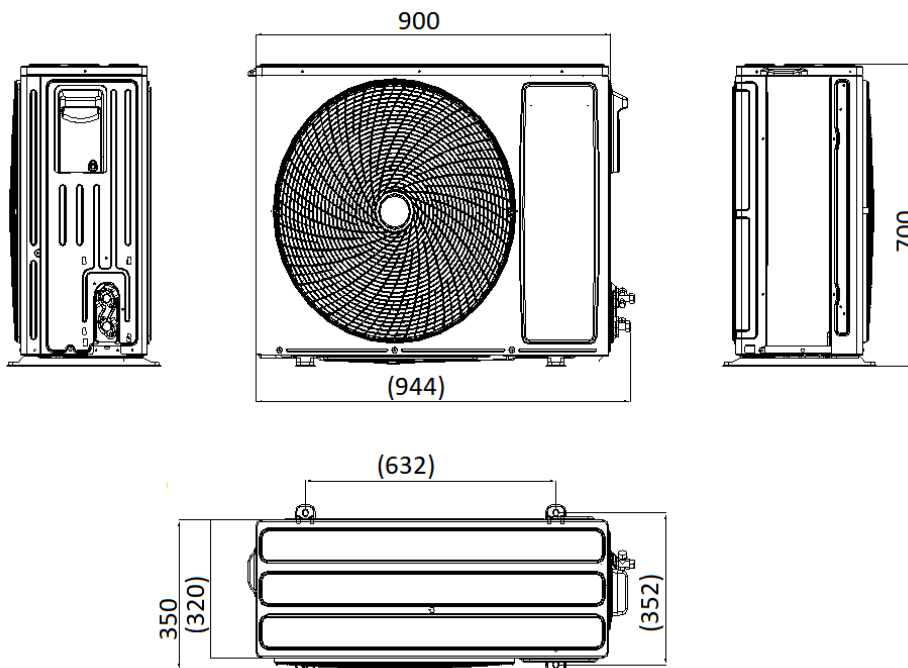
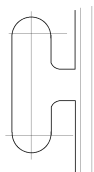

Рис.2.6
Рис.2.12 -Сквозной паз
- ✓ Используя сквозные пазы на задней панели блока (рис.2.12), повесить блок на Г- крюки (рис.2.6,d): Расстояние от блока до стены должно быть не менее 20-25 мм (рис.2.13).